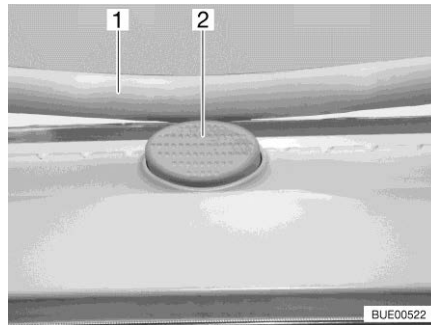

Bild 64 Sicherungsknopf (Heki-Dachhaube)
- Den Sicherungsknopf (Bild 64,2) drücken und den Bügel (Bild 64,1) mit beiden Händen nach unten ziehen.
- Den Bügel mit beiden Händen nach oben drücken, bis der Bügel oberhalb des Sicherungsknopfes (Bild 64,2) liegt.